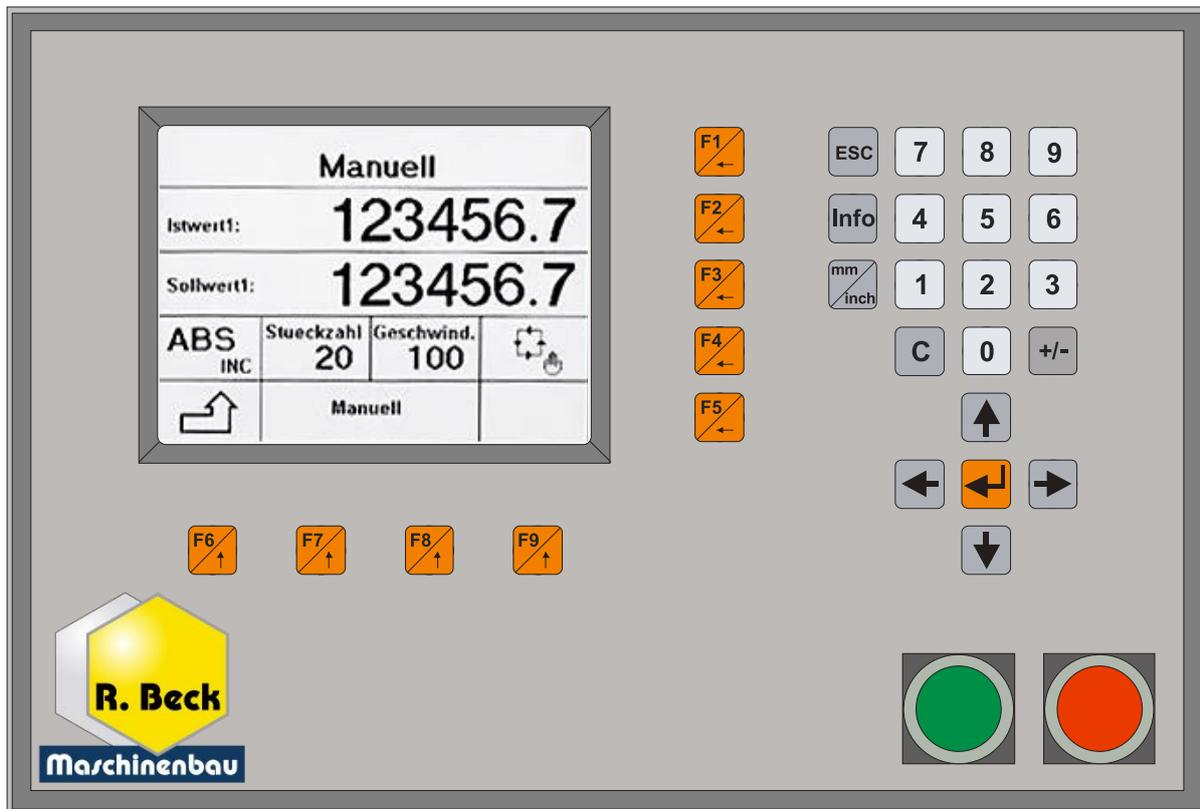

Abbildung 11: PS 811P-Positioniersteuerung
- Die Referenzfahrt wird durch das Betätigen der grünen **START**-Taste (siehe ⇒ Abbildung 11) ausgelöst.